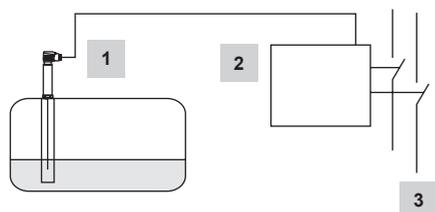

Fig. 7
- Fig. 7** Combinação consistindo de 1 sonda de nível LP40 e 1 chave de nível LCS3050 como limitadora de nível de água. A chave de nível abre dois circuitos de segurança separados. Segurança funcional IEC 61508, SIL 3. Aplicações adicionais de acordo com conjuntos de regulações nacionais